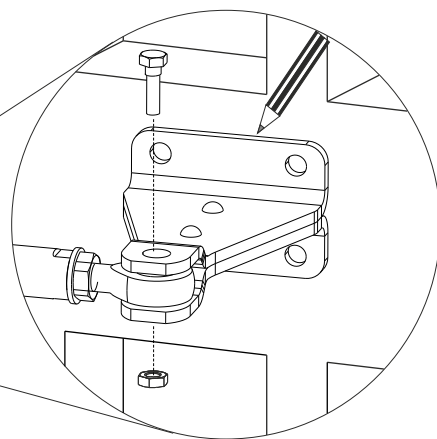

Abb. 16
- 3) Den Schaft auf der Vorderbefestigung anbringen (Abb. 16)